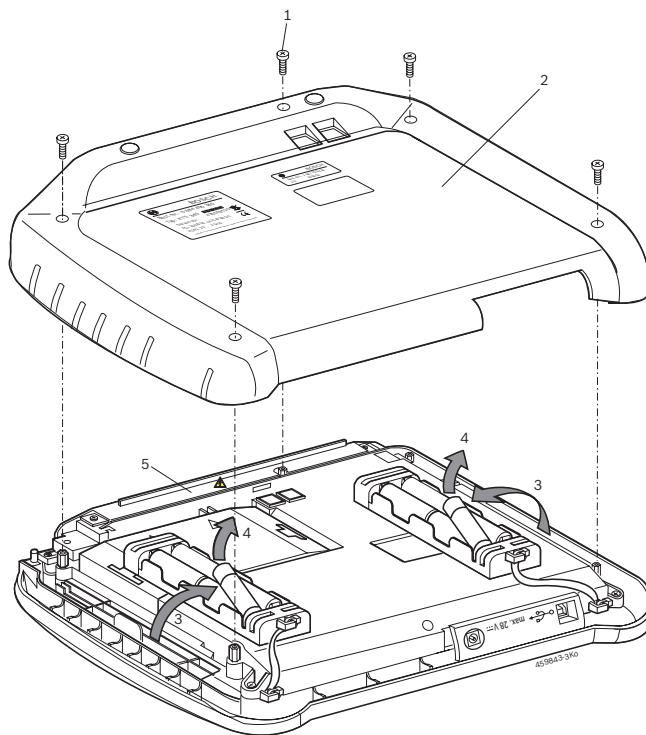

Fig. 4: Sustitución del acumulador
Cuando el KTS 340 está abierto y se ha retirado la cubierta (fig. 4, pos. 5) para la iluminación de fondo de la pantalla LCD, pueden producirse tensiones que pueden ser mortales.
2. Aflojar los tornillos (5x; fig. 4; pos. 1) en el lado posterior del equipo y retirar la cubierta del equipo (fig. 4; pos. 2).
3. Quitar los compartimientos de los acumuladores a la izquierda y a la derecha y depositarlos sobre la carcasa de metal (fig. 4; pos. 3).
4. Retirar los acumuladores usados (fig. 4; pos. 4).